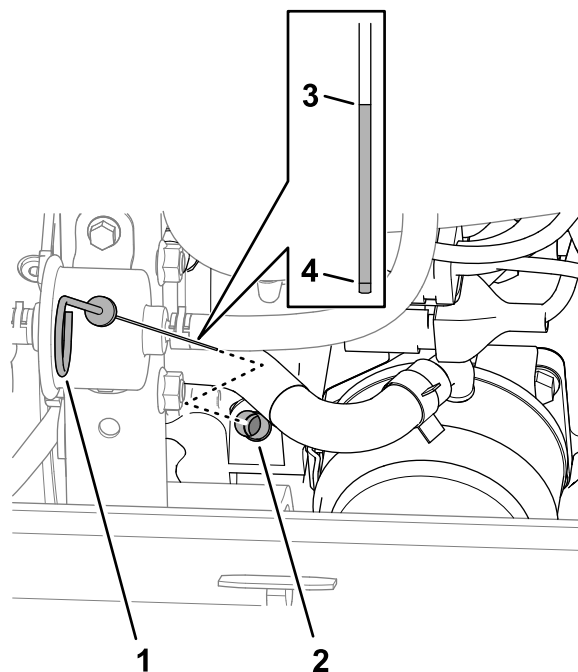

Figura 112
3. Retire la varilla del tubo de la varilla (Figura 112) y límpiela con un trapo limpio.